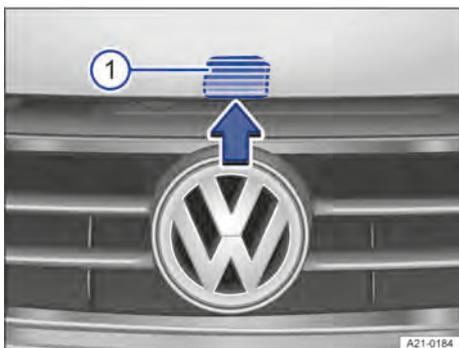

Fig. 171 Acima da grade do radiador: alavanca de acionamento para a tampa do compartimento do motor.
3. Levantar a tampa do compartimento do motor na alavanca de destravamento e abrir totalmente → Fig. 171 ①.